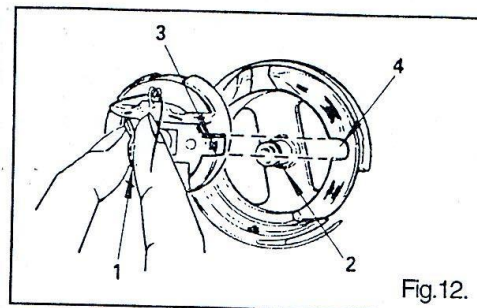

Fig. 12.
11. Установка шпульного колпачка (Рис. 12)